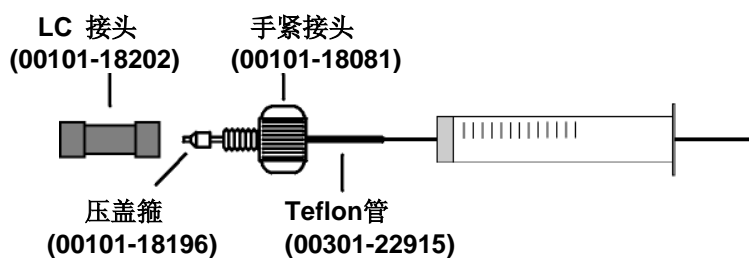

图5-3. 注射器和注射器接头组件
- c. 将注射器针头端部从注射器接头组件上的Teflon管端取下，见图5-3。